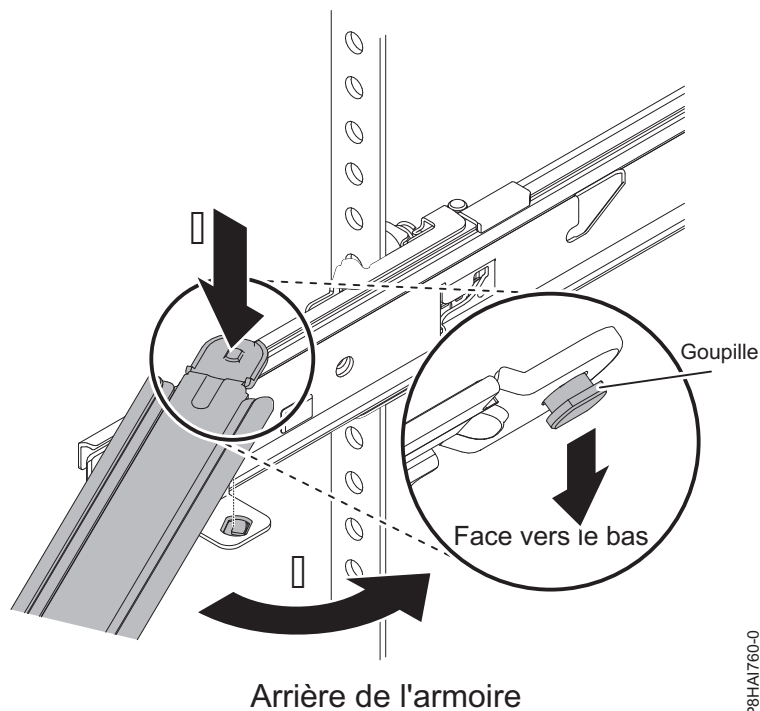

Figure 59. Connexion de la béquille
8. Le bras de routage des câbles peut être installé sur l'un ou l'autre des côtés du serveur. figure 59 représente une installation sur le côté gauche. Il est préférable d'installer le bras de routage des câbles avec la charnière sur le côté opposé à l'alimentation électronique, afin de fournir un accès à cette dernière. Pour installer le bras de routage des câbles sur le côté droit du serveur, suivez les instructions et installez le matériel sur le côté opposé. Placez la goupille vers le bas (1) dans l'emplacement horizontal situé à l'arrière des glissières. Faites ensuite pivoter l'autre extrémité du bras en direction de l'armoire (2).